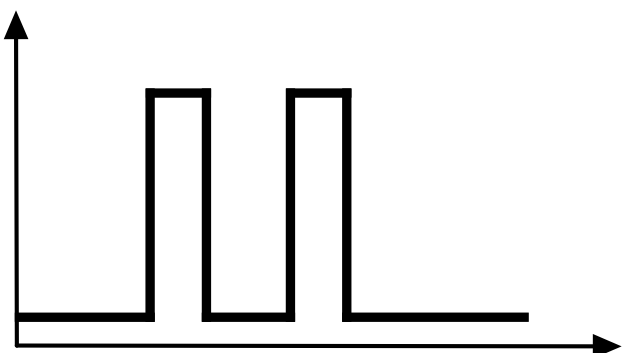

Рис.18. Индикация светодиода
- **Отказ в заправке. Причина: не передан отчет о предыдущей заправке в БК АвтоГРАФ** — светодиод загорается два раза, на выход 1 подается два коротких импульса. После этого устройство возвращается в режим ожидания карты (брелка). Пример импульсов на выходе приведен на **Рис.18**.